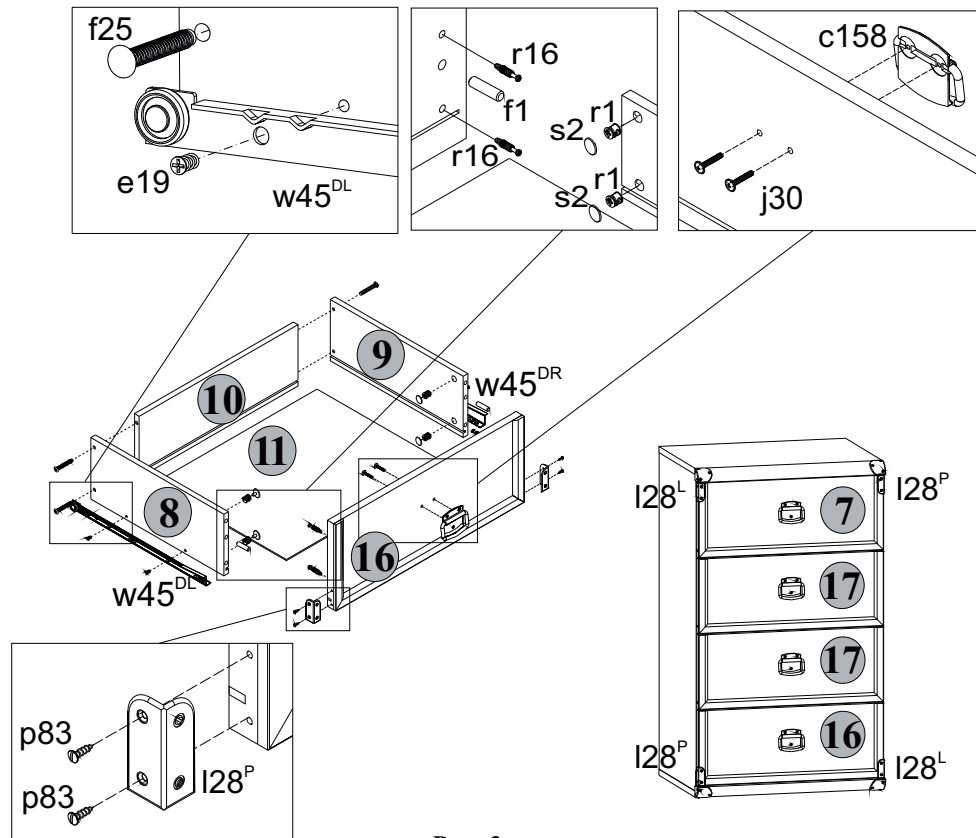

Рис. 3
5.12 В отверстия диаметром **8 мм** на передних кромках стенок боковых **8 и 9** корпусов выдвижных ящиков вбить деревянные шканты **f1 (см.рис.3)**.
5.13 В отверстия диаметром **15 мм** на внутренних поверхностях стенок боковых **8 и 9** корпусов выдвижных ящиков вставить стяжки эксцентрикковые **r1 (см.рис.3)**.
5.14 В отверстия диаметром **5 мм** на внутренних поверхностях панелей передних **16, 17 и 7** ящиков выдвижных с помощью крестообразной отвертки вкрутить винты стяжки **r16 (см.рис.3)**.
5.16 Соединить панель переднюю **16** с корпусом ящика выдвижного и затянуть стяжки эксцентрикковые **r1**, пользуясь специальным ключом **z1**. Закрыть стяжки эксцентрикковые заглушками **s2 (см.рис.3)**.
5.18 Соединить панели передние **17** с корпусами ящиков выдвижных и затянуть стяжки эксцентрикковые **r1**, пользуясь специальным ключом **z1**. Закрыть стяжки эксцентрикковые заглушками **s2 (см.рис.3)**.
5.19 Соединить панель переднюю **7** с корпусом ящика выдвижного и затянуть стяжки эксцентрикковые **r1**, пользуясь специальным ключом **z1**. Закрыть стяжки эксцентрикковые заглушками **s2 (см.рис.3)**.